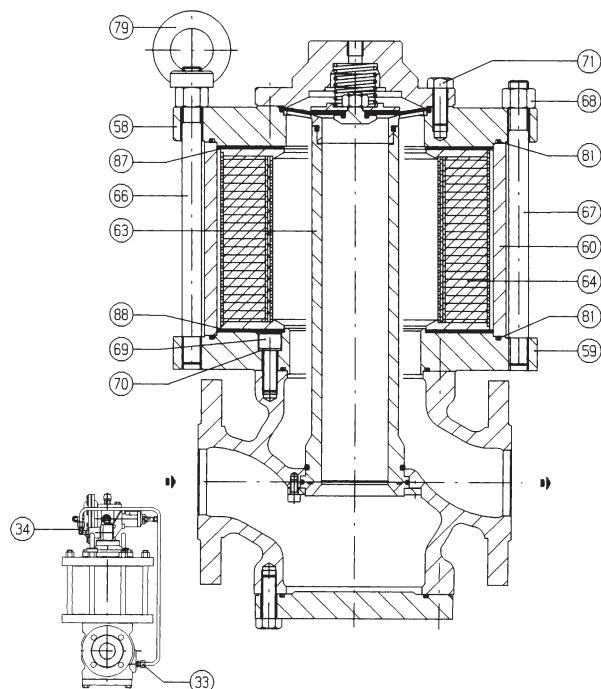

Fig. 26
- der Deckel (3) muss so auf der Stellgliedführung (2) befestigt werden, dass die Durchlassöffnung für den Steuerdruck mit jener auf der Stellgliedführung selbst übereinstimmt;
- bei der Montage der aus der Membrane (50) und den Schutzscheiben bestehenden Baugruppe muss kontrolliert werden, ob die Düsenöffnung in Scheibe (13) auf die Öffnung von Scheibe (21) ausgerichtet ist, darüber hinaus ist zu kontrollieren, ob die Öffnung von Düse (10) frei von Schmutz und Fremdkörpern ist;
- die Gesamtheit des oberen Deckels (3) mit Flansch (14) und der Stellgliedführung muss so montiert werden, dass der Teller der Stellgliedführung einwandfrei zwischen Scheibe (18) und Kolbenführung (11) eingefügt wird und die Öffnung auf Scheibe (13) nicht blockiert; die Baugruppe muss so ausgerichtet werden, dass das Fenster des Hubanzeigers gut sichtbar ist;
- Vor dem Festziehen der Sperrmutter (9) prüfen, ob die Feder (54) einwandfrei im Zentrieranschlag auf der Stellgliedführung (2) sitzt;
- Acht geben, dass das Entfernungsstück (22) nicht umgekehrt montiert wird.
7.5 PROCEDURA DI MANUTENZIONE Silenziatore DB/93 (Fig. 26)
7.5 MANTENANCE PROCEDURE DB/93 silencer (Fig. 26)
7.5 WARTUNGSAWISUNGEN Schalldämpfer DB/93 (ABB. 26)
Silencieux DB/93 (Fig. 26)
Silenciador DB/93 (Fig. 26)